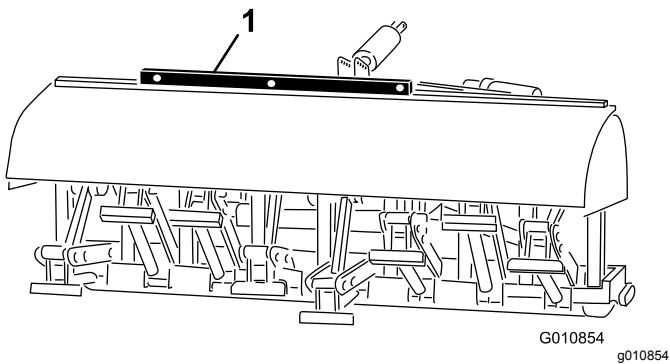

図 29
2. エアレータのフレームの上部に水準器を左右方向に置いて水平度を点検する 図 29。